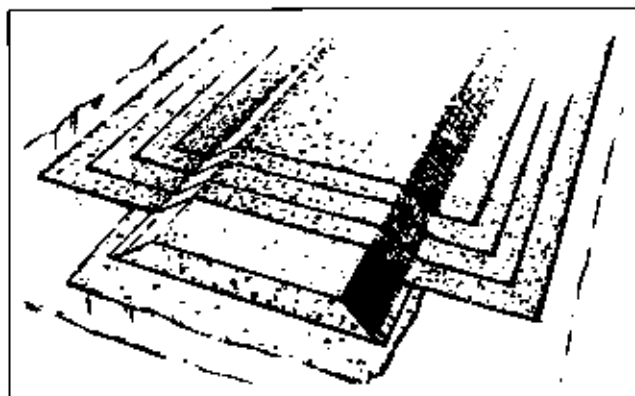

Abb. 2-4 Balsa-Hirnholz oder schwerer Hartschaum eignen sich, um große Flächen zu verstärken.
3. Bereiten Sie nun das Kernmaterial und das Gewebe vor. Der Kernwerkstoff wird auf Größe zugepaßt. Die Ecken werden gerundet und die Ränder angeschrägt, um Spannungskonzentrationen zu vermeiden. Dann werden vier oder fünf Stücke Glasgewebe zugeschnitten, jedes um 30 bis 50 mm kleiner als das vorherige. Die kleinste der Lagen soll das Kernmaterial an jeder Kante um etwa 50 mm überlappen (Abb. 2-4).